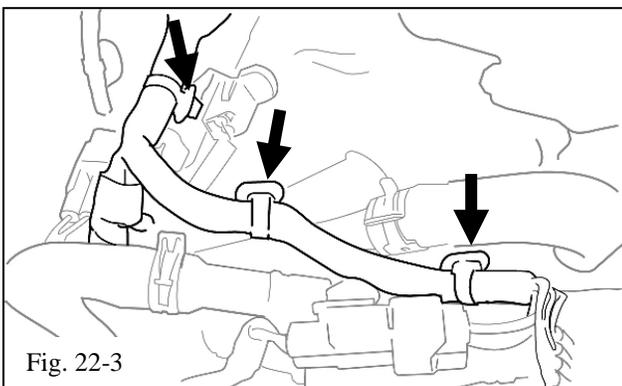

Fig. 22-3
- (d) Unclip the 3 wire harness clips (Fig. 22-3).